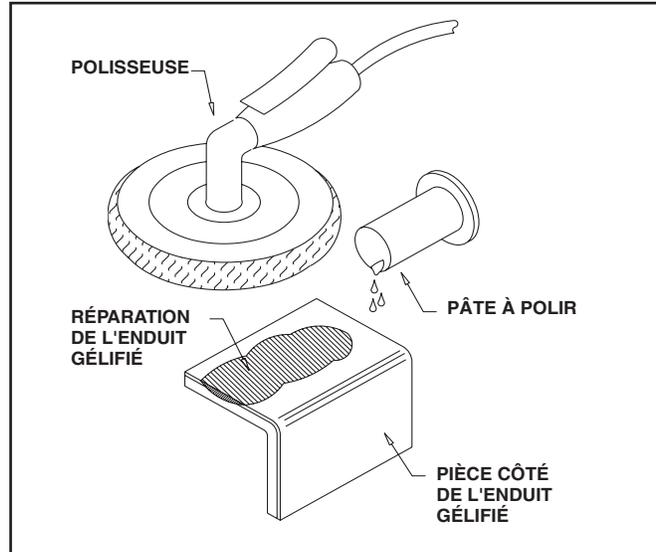

Figure 21 - Polissage de la surface
10. À l'aide d'une ponceuse rotative et d'une laine, polir la surface retouchée avec une pâte douce. La pâte **AQUA-BUFF 2000** en est un exemple. Voir Figure 21.